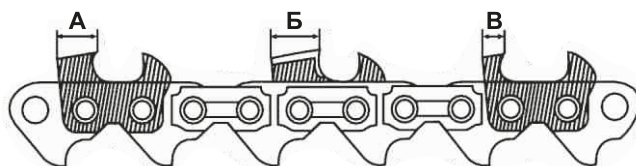

Рисунок 3. Довжина верхніх частин різальних ланок з горизонтальними лезами.
2. Кожна різальна ланка ланцюга (рис. 2б) складається з трьох лез: різальних (4, 3 рис. 2б) та обмежувального (2, рис. 2б). Перевірити, що горизонтальні леза (4, рис. 2б) різальних ланок не пошкоджені, не зношені повністю та можуть бути заточені з допомогою виробу в один розмір по довжині (рис. 3).
(В, рис. 3) для того, щоб після заточування усі ланки мали однакову довжину.
Заточування ланцюга необхідно починати із заточування різальних лез (1, рис. 2). Довжина поверхонь (А, Б, В, рис. 3) усіх різальних лез ланцюга має бути однаковою. Якщо леза будуть мати різну довжину, це може призвести неякісного пиляння деревини та виведення з ладу пили.
Регулювання величини зняття металу з передньої поверхні заточувального різального зубця рекомендується виконувати по різальному зубцю з найменшою довжиною (В, рис. 3).